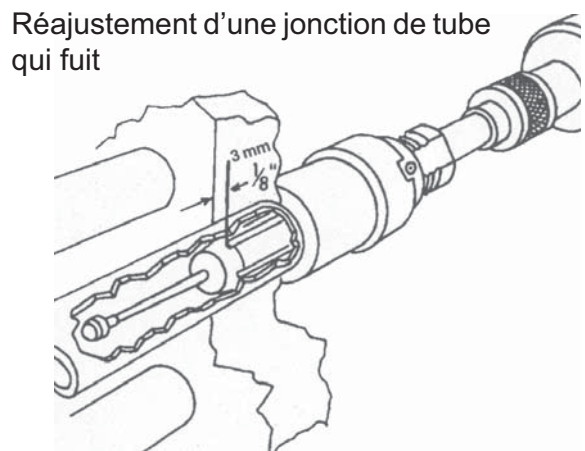

Fig. 10
1. N'allez pas au-delà de la face intérieure de la plaque tubulaire (voir figure 10).